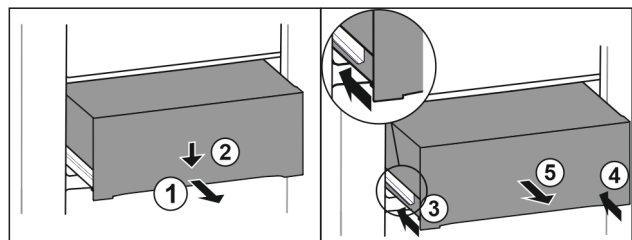

Fig. 106
- ▶ Вытяните выдвижной ящик наполовину. Fig. 106 (1)
- ▶ Вдавите выдвижной ящик в передней части вниз. Fig. 106 (2)
- ▶ Задвиньте левую направляющую прим. на 2 см. Fig. 106 (3)
- ▶ Задвиньте правую направляющую прим. на 2 см. Fig. 106 (4)
- ▶ Извлеките выдвижной ящик движением вперед. Fig. 106 (5)